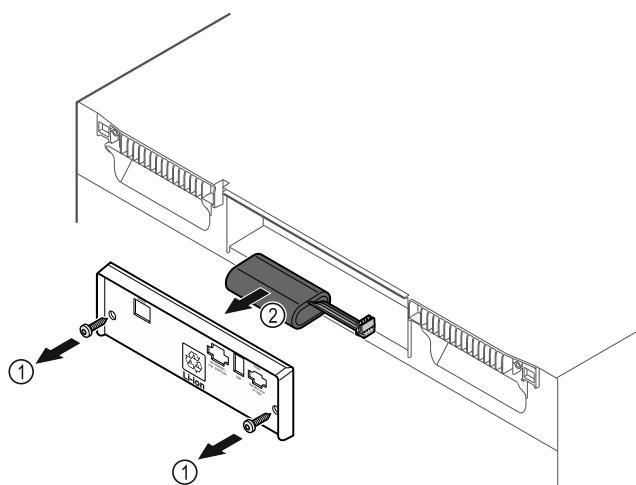

Fig. 186
- Ξεβιδώστε τις βίδες και αφαιρέστε το κάλυμμα στην πίσω πλευρά της συσκευής Fig. 186 (1).
- Αποσυνδέστε και τραβήξτε έξω την μπαταρία Fig. 186 (2).